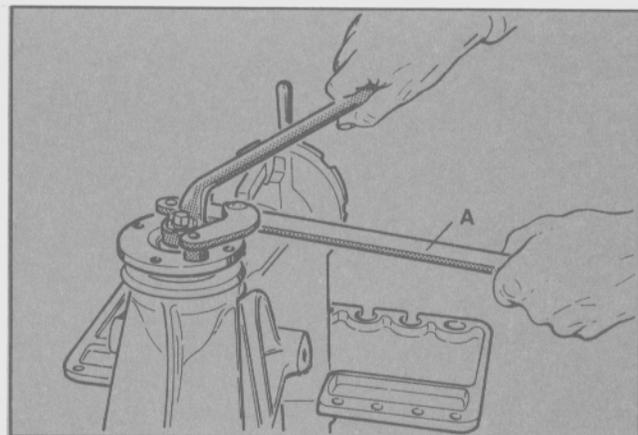

Fig. 19 - Extracción de la tuerca de la brida del piñón
- Mantener la brida del piñón utilizando la herramienta especial T81A-4851-BAS y retirar la tuerca de sujeción de la brida (Fig. 19).